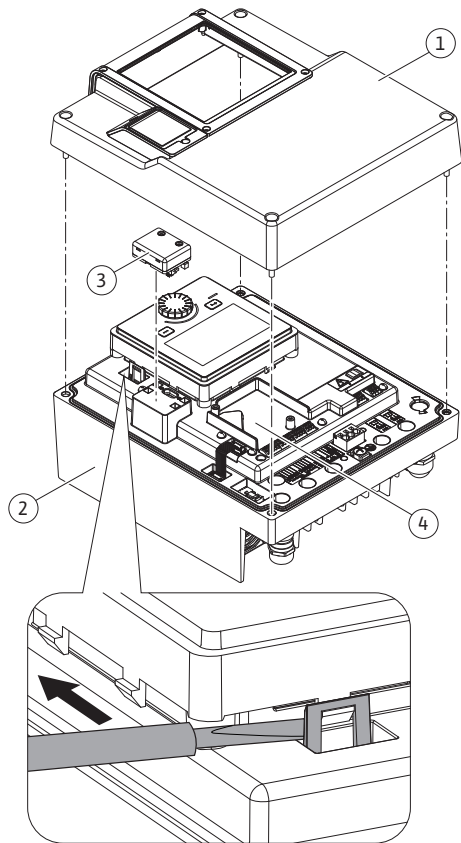
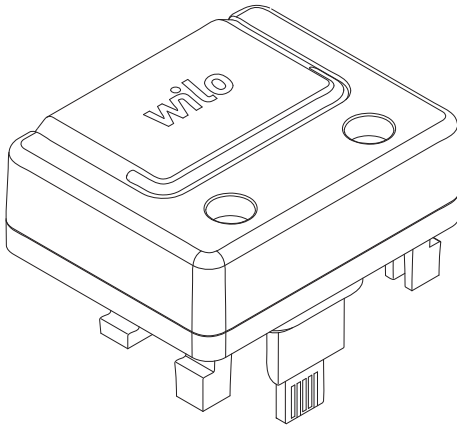

Fig. 25: Elektronikmodul
Fig. 26: Wilo-Smart Connect Modul BT
1. Schnapphaken (Fig. 25) vorsichtig mit einem Werkzeug (z. B. Schraubendreher) öffnen.
Die Bluetooth-Schnittstelle Wilo-Smart Connect Modul BT (Fig. 25, Pos. 3 und Fig. 26) dient zur Anbindung an mobile Endgeräte wie Smartphone und Tablet. In der Wilo-Assistent App befindet sich die Wilo-Smart Connect-Funktion. Mit der Wilo-Smart Connect-Funktion lässt sich die Pumpe bedienen, einstellen und Pumpendaten auslesen. Einstellungen siehe Kapitel „Inbetriebnahme“ [► 47].
1. Vier Schrauben des Elektronikmodul-Oberteils (Fig. 25, Pos 1; Fig. I, Pos. 2) lösen .
3. Wilo-Smart Connect Modul BT in die vorgesehene Schnittstelle Wilo-Connectivity Interface stecken. Siehe Fig. 25, Pos. 3.
CIF-Module (Zubehör) dienen zur Kommunikation zwischen Pumpen und Gebäudeleittechnik. CIF-Module werden im Elektronikmodul aufgesteckt (Fig. 25, Pos. 4)